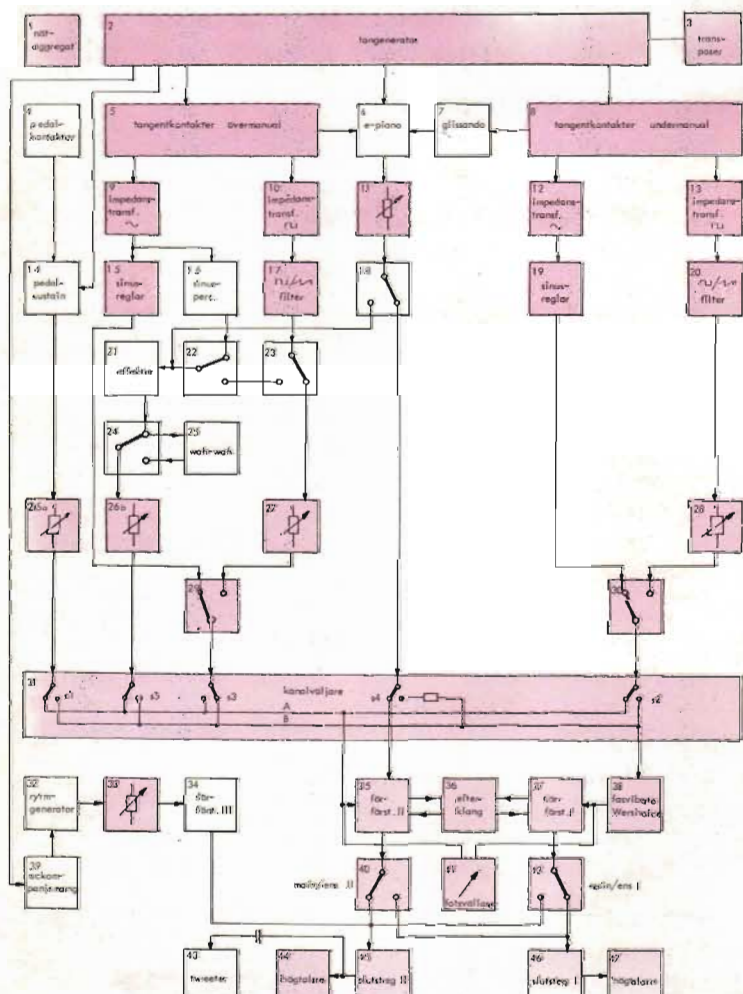

Fig 6. Blockschemat över hela orgeln. De färglagda modulerna har redan behandlats i o m denna del.
■ ■ Efter att ha avslutat den elektriska delen av orgelns grundversion, följer här några måttuppgifter för höljet till den som vill pröva sina färdigheter som möbelsnickare. Fig 1-5 visar den placering av kretskort och övriga byggmoduler som **Wersi** rekommenderar. Beteckningarna i rutorna överensstämmer med blockschemats (fig 6) siffror, där alla hittills beskrivna moduler är färglagda, inkl denna del.
Byggpaket Modul enl blockschemat (fig 6)